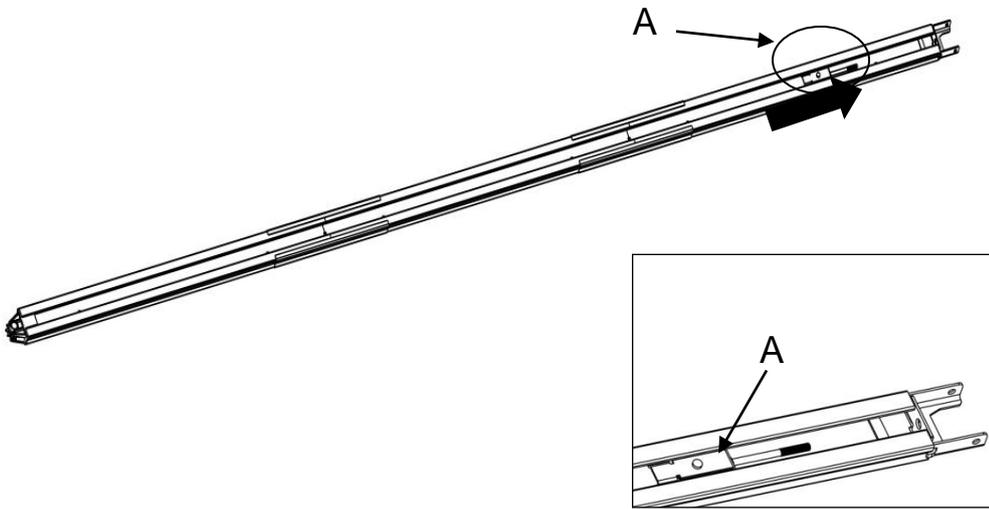

Fig. 9
4. Como en la Fig. 9, tire de la varilla de tornillo "A" junto con la cadena interior hasta el extremo del riel superior;